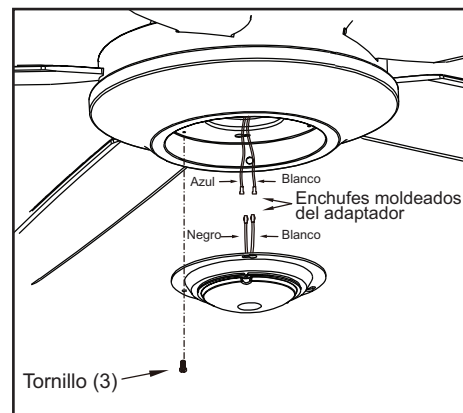

Figura 15
3. Quita un tornillo de la carcasa del kit de luces y afloja, pero no quites, los otros dos. Conecta los cables del conjunto del soporte del kit de luces a los cables del conjunto motor-ventilador uniendo los enchufes moldeados del adaptador. Coloca con cuidado todos los cables y empalmes dentro de la caja del interruptor. (Figura 15)
cabezas de los dos tornillos aflojados encajen en las ranuras tipo ojo de cerradura. Gira el conjunto del soporte kit de luces hacia la derecha y aprieta los tornillos. Vuelve a instalar el tornillo que retiraste en el paso 3 y apriétalo firmemente. (Figura 15)